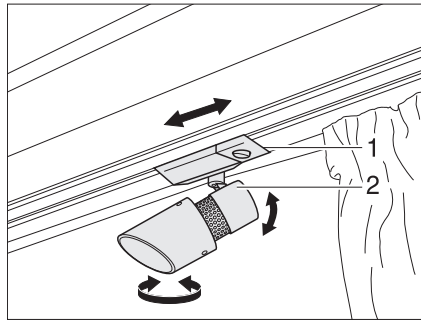

Fig. 85 Foco
*Girar el foco:* ■ Coger la carcasa (Fig. 85,2) y girarla.
*Desplazar el foco:* ■ Coger el soporte (Fig. 85,1).